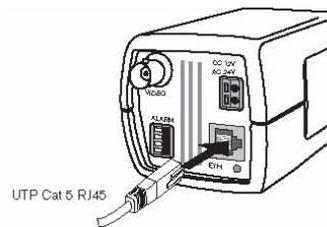

Figura 4.6 Conexión de red
2. Conecte la cámara a una red 10/100 Base-T (*Figura 4.6*).